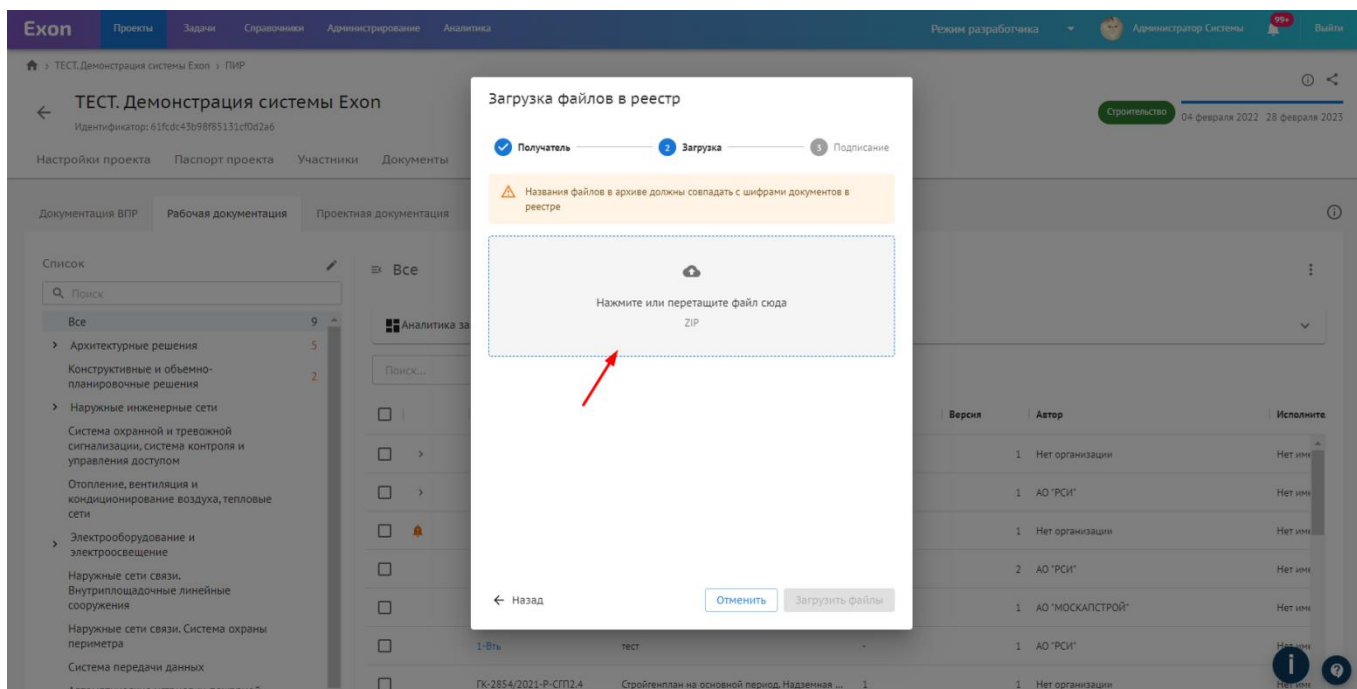

Рис. 19 - Загрузка файлов в реестр
4.2. В окно для загрузки прикрепить ZIP файл загружаемой документации (рис. 19);